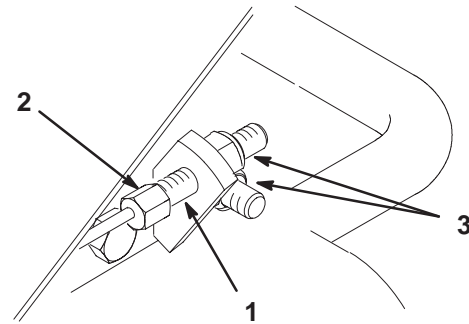

Bild 52
1. Wenn Sie das Kabel anziehen möchten, halten Sie die Sechskantschraube am Kabelende mit einem Schraubenschlüssel fest und drehen Sie die Mutter am Kabelende mit einem anderen Schraubenschlüssel (Bild 52).